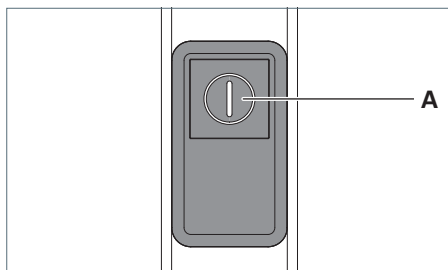

Fig. 33: Élément de commande.
- Appuyez sur la touche **A** sept fois de suite rapidement, voir Fig. 33.
- Appuyez sur la touche **A**, voir Fig. 33.
- Appuyez sur la touche **A** et maintenez-la enfoncée, voir Fig. 33.